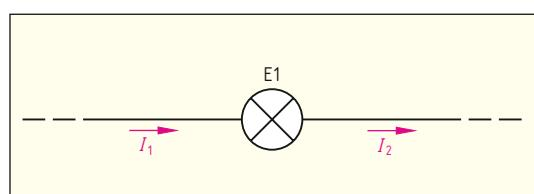

Bild 2: Stromstärke vor und hinter einem Verbraucher
8. Vergleichen Sie die Stromstärke I_1 vor und die Stromstärke I_2 nach dem Verbraucher (**Bild 2**). Begründen Sie Ihre Antwort.